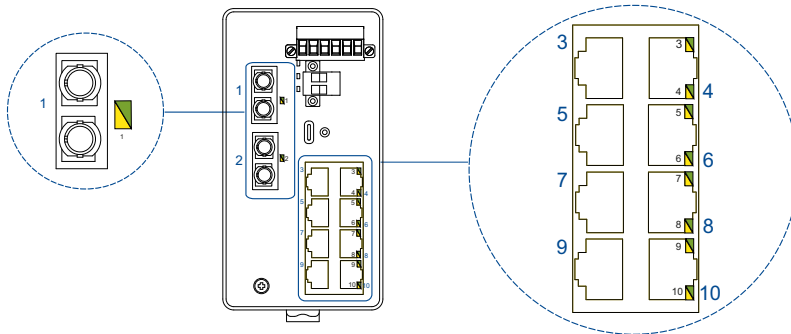

Abb. 3: Position der LED-Anzeigeelemente bei Gerätevarianten mit 8 × RJ45-Buchsen
- Die Position der LED-Anzeigeelemente bei Gerätevarianten mit 8 × RJ45-Buchsen entnehmen Sie der Abbildung 3.